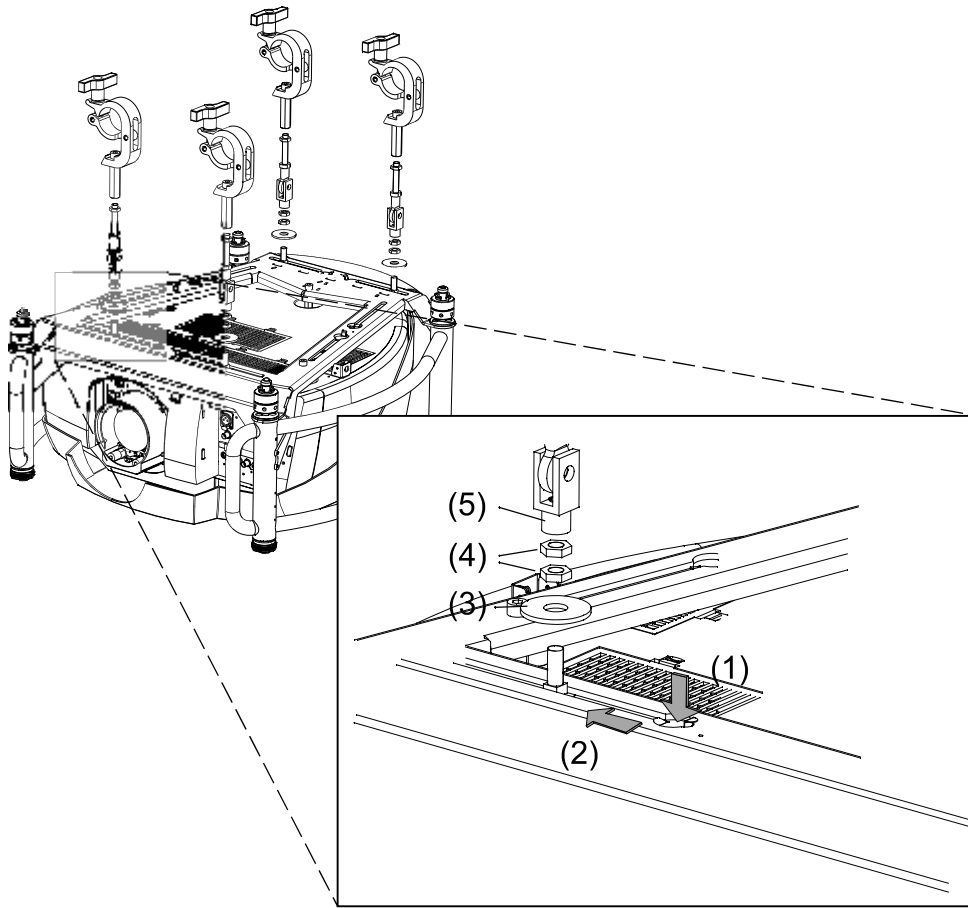
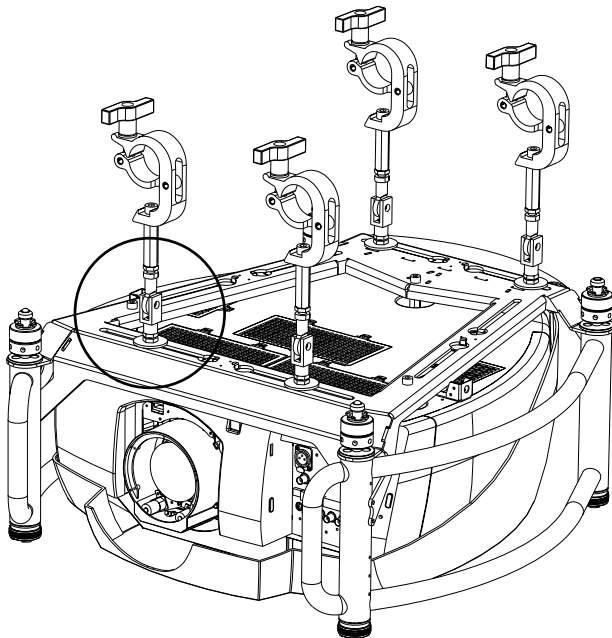

Abbildung 2-10
Abbildung 2-11
1. Stecken Sie die Vierkantschlossschraube in das Befestigungsloch (1). (Abbildung 2-10)
2. Schieben Sie die Schraube in die Nut, bis die exakte Position erreicht ist (2).
3. Legen Sie eine Unterlegscheibe ein (3).
4. Sichern Sie sie mit der ersten Mutter (4).
5. Schrauben Sie eine zweite Mutter auf die Schraube (5).
6. Schrauben Sie das bewegliche Verbindungsstück fast vollständig auf die Schraube. Lassen Sie einen kleinen Abstand zwischen den Klammern und der zweiten Mutter, sodass sich das bewegliche Verbindungsstück noch bewegen lässt (5).
7. Drehen Sie das Verbindungsstück in die Richtung des Objektivs, und sichern Sie diese Position, indem Sie die zweite Mutter drehen. (Abbildung 2-11)